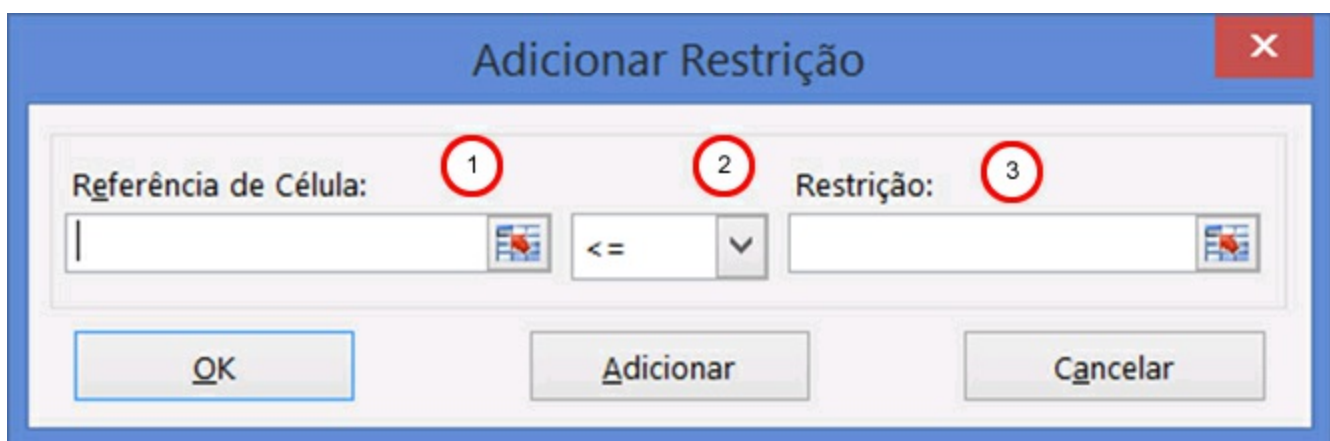

Figura 37 – Adicionando restrições ao modelo.
Ao selecionar o menu Adicionar é aberta uma nova janela, representada na Figura 37. Nesta tela devemos indicar a variável que desejamos restringir (Figura 37 – item 1), o operador desejado (Figura 37 – item 2) e a restrição (Figura 37 – item 3) que desejamos impor para a variável.